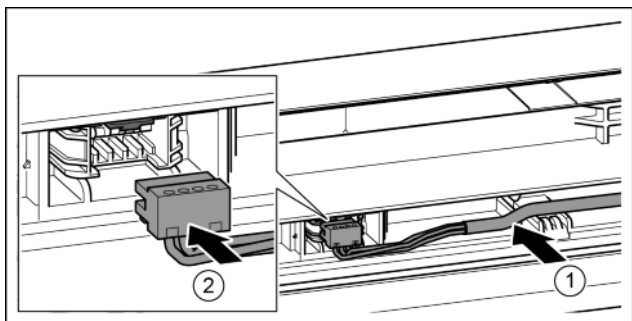

Fig. 41
- ▶ Šedý kabel vložte do vedení v horních dvířkách. *Fig. 41 (1)*
- ▶ Zaklapněte zástrčku. *Fig. 41 (2)*